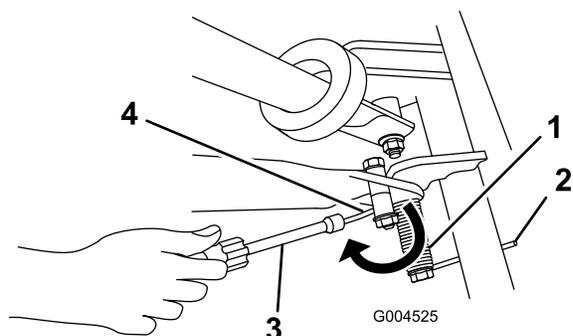

図 10
- 後ろ向きに出ているスプリングの端にナット・ランナーをかぶせ、この端をキックスタンドのスペーサの下に引っ掛ける (図 10)。